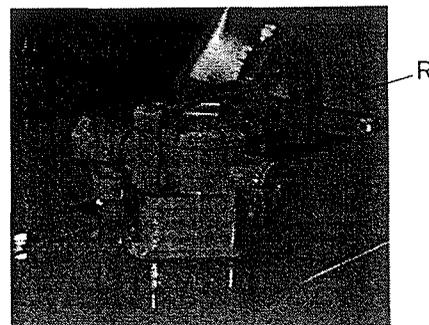

Bild 16
- Umgebung des Rücklaufilters von Schmutz befreien (Bild 16).